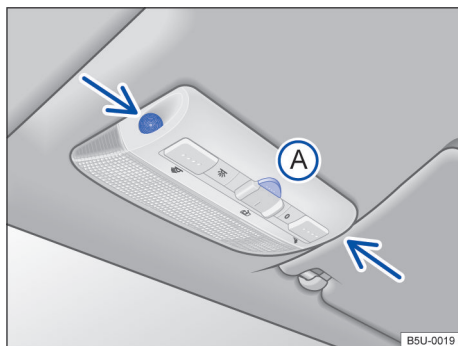

Fig. 50 No console do teto: sensores de monitoramento do interior do veículo e tecla **(A)** para desligar o monitoramento do interior do veículo.
O monitoramento do interior do veículo dispara o alarme com o veículo travado, se reconhecer movimentos no interior do veículo. O sensor e o receptor estão localizados no conjunto da lanterna de leitura → **Fig. 50** (setas).
- Pressionar a tecla → **Fig. 50** **(A)**. No painel de instrumentos a luz de controle → **Fig. 45** se acende.